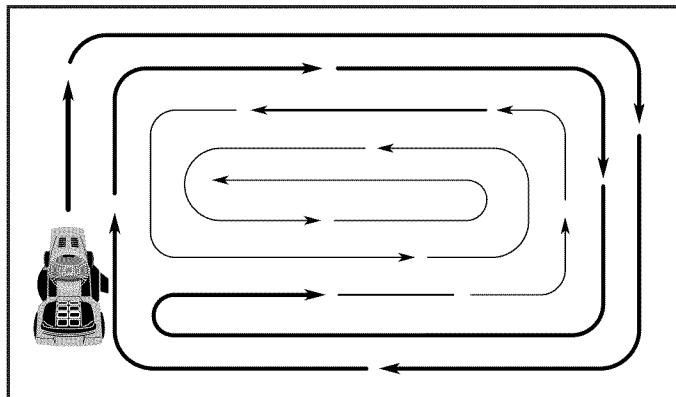

Fig. 14
- Al segar las áreas grandes, empiece girando a la derecha de modo que los recortes se descarguen, alejándose de los arbustos, cercos, entradas de automóviles, etc. Despues de una o dos vueltas, siegue en la dirección opuesta, haciendo virajes a la izquierda, hasta que termine (Vea Fig 14).